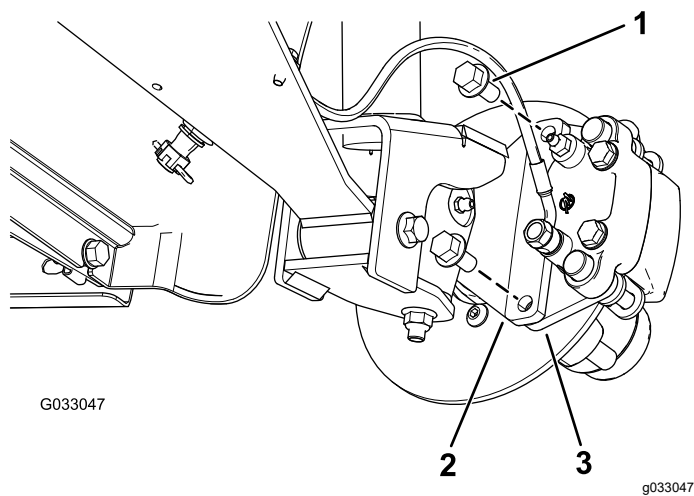
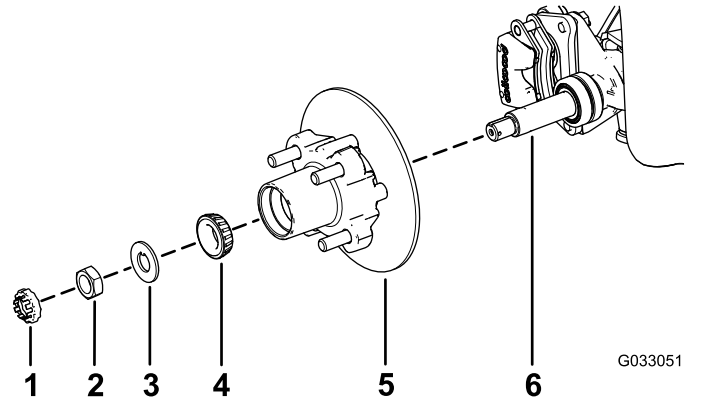

Figura 27
Figura 31
3. Retire los pernos con arandela prensada ($\frac{3}{8}$ " x $\frac{3}{4}$ ") que sujetan el soporte del conjunto de freno al eje y separe el freno del eje (Figura 27).
1. Aplique una ligera capa de grasa del tipo especificado en el eje (Figura 31).
2. Monte el cubo y el rotor en el eje con el rotor hacia dentro (Figura 31).
3. Monte el cojinete exterior en el eje y acople el cojinete al anillo de rodadura exterior (Figura 31).
4. Monte la arandela con pestaña en el eje (Figura 31).
5. Enrosque la tuerca en el eje y apriete la tuerca a 15 N·m, girando el cubo para asentar el cojinete (Figura 31).
2. Alinee las pastillas de freno en cada lado del rotor (Figura 27) y los taladros del soporte de la pinza con los taladros de montaje del freno de la mangueta (Figura 31).
3. Sujete el soporte de la pinza a la mangueta (Figura 27) usando los 2 pernos con arandela prensada ($\frac{3}{8}$ " x $\frac{3}{4}$ ").